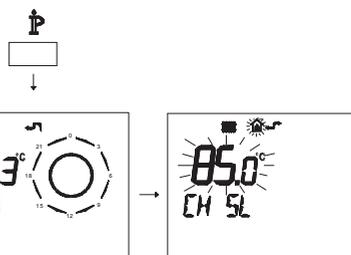

Figura 5.35
- Premere per più di 3 secondi il pulsante  $\text{P}$  per entrare in modalità **INFO** (Figura 5.35).